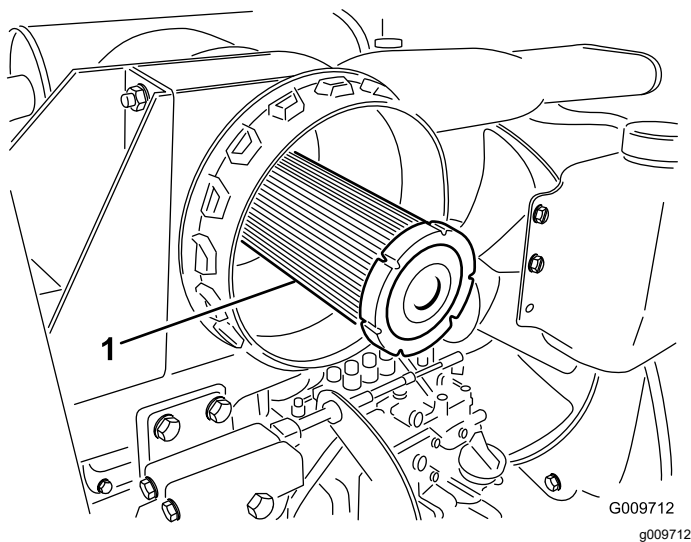

図 89
**重要** 安全フィルタ図 89 は絶対に洗わないでください。安全フィルタは、主フィルタの3回目の整備時に交換してください。